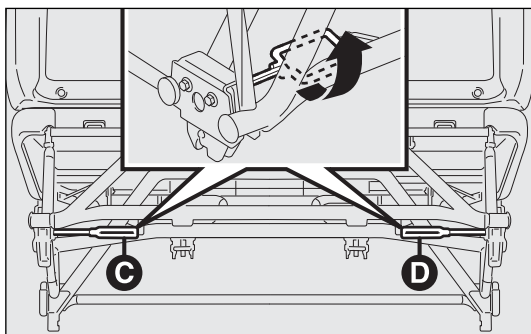

fig. 42
- desde la posición de paquete, accionar las palancas C y D-fig. 42 girándolas hacia adelante (tal como indica la placa adhesiva que hay en el travesaño inferior);